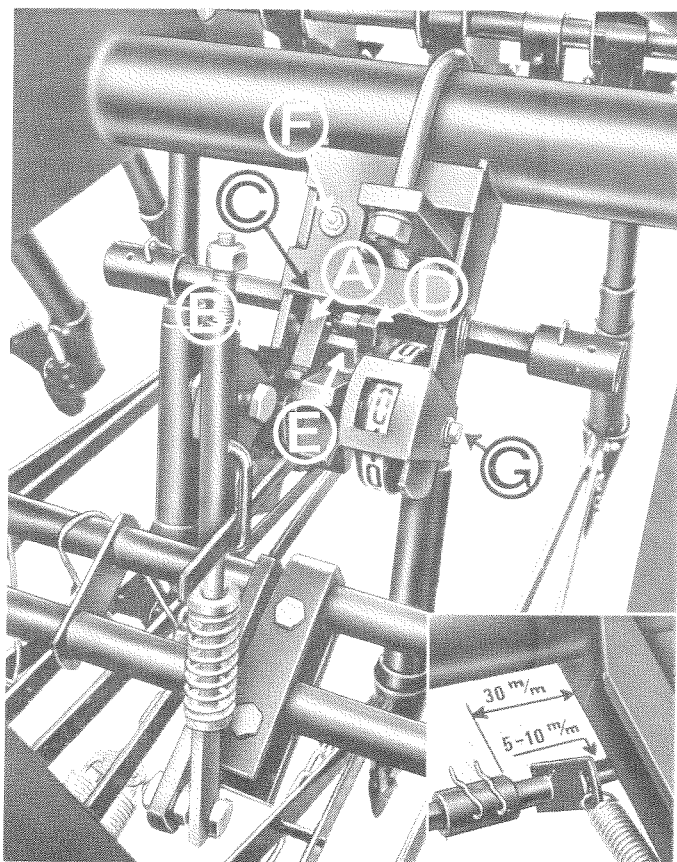
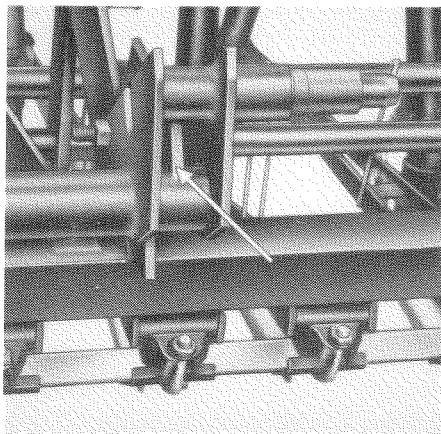
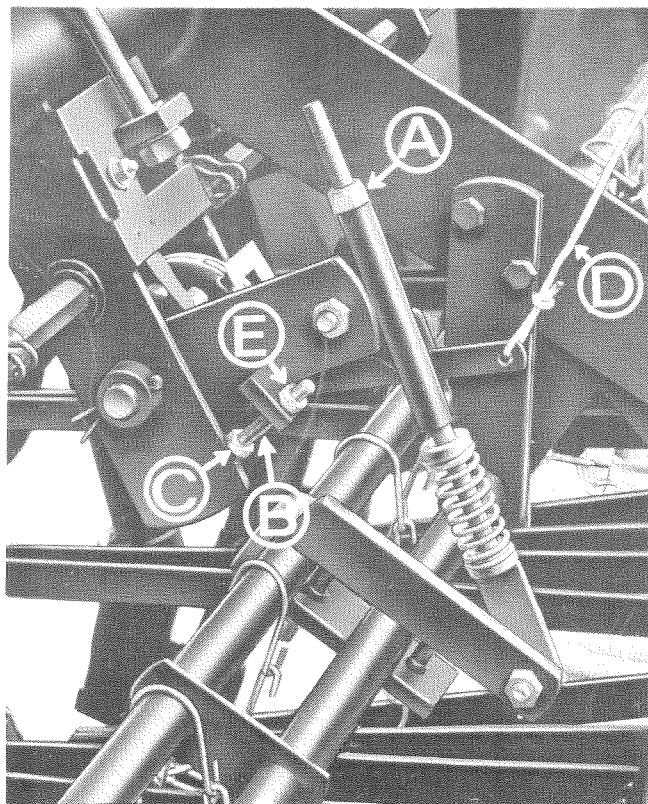

Fig. 9
Fig. 11
Fig. 12
(Det er vigtigt, at samlemuffen samt de 2 arme bliver placeret rigtigt på akslen). På maskinstørrelserne 3,50 — 4,00 — 5,00 og 6,00 m skal delene A-B-C placeres på indvendig side af skråstiveren D, som vist på fig. 9.
(Es ist wichtig, dass die Steckmuffe sowie die 2 Arme richtig auf der Welle plaziert werden). Auf Maschinen von 3,50 — 4,00 — 5,00 und 6,00 m müssen die Teile A-B-C an der inneren Seite der Querstütze D plaziert werden, wie auf Bild 9 gezeigt.
Fixer l'arbre hexagonal court à gauche comme indiqué (il est important que le manchon et les 2 bras soient correctement placés sur l'arbre). Sur les semoirs de 3,50 m, 4,00 m, 5,00 m, 6,00 m les pièces A B C doivent être montées sur la face interne de l'entretoise D comme indiqué sur la figure 9.
Ønskes lukkeanordningen sat ud af funktion, f.eks. ved påfyldning af såmateriale, trækkes i snoren D, fig. 12, medens maskinen løftes.
Soll die Automatik ausser Betrieb gesetzt werden, z.B. bei Auffüllung von Saatgut, wird an der Schnur D, Bild 12, gezogen, während die Maschine gehoben wird.
Si l'on veut supprimer le jalonnage (par exemple lors du remplissage de la trémie) tirer la corde D, figure 12, au moment du rélevage du semoir.
1. kan det skyldes, at stilleskruen B, fig. 12, ikke bliver ført helt ned mod punktet C, fig. 12. Når løftevippen går mod øverste stop, se fig. 11. Er dette tilfældet, spændes møtrikken A, fig. 12, ned, indtil stilleskruen B går mod punktet C. Herefter spændes møtrikken yderligere en omgang.
2. Kontrollér herefter, om fjederen A, fig. 9, låser palhjulet. Armen B skal føre palhjulet 2-3 mm forbi enden af fjederen A. Dette justeres ved at løsne møtrikken E, fig. 12, og dreje skruen B opefter. (Husk at låse med møtrikken E).
Herefter løsnes bolten G, fig. 9, og pladen drejes, til tallet på skiven står midt i det firkantede hul, og bolten G spændes igen. Efter denne justering må stilleskruen B, og møtrikken A, fig. 12, atter justeres.
1. kann es davon herrühren, dass die Stellschraube B, Bild 12, nicht ganz gegen den Punkt C, Bild 12, herabgeführt wird und die Kippwelle den oberen Anschlag berührt, siehe Bild 11. Ist dieses der Fall, wird die Mutter A, Bild 12, herabgespannt, bis die Stellschraube B den Punkt C berührt. Danach der Mutter noch eine ganze Umdrehung geben.
beiführen. Dieses wird justiert, dadurch dass man die Mutter E, Bild 12, löst, und die Schraube B nach oben dreht. (Vergessen Sie nicht, mit der Mutter E zu verschliessen).
Danach den Bolzen G lösen, und die Platte drehen, bis die Zahl auf der Scheibe in der Mitte des viereckigen Lochs steht, und den Bolzen G wieder spannen. Nach dieser Justierung müssen die Stellschraube B, Bild 12, und die Mutter A wieder nachgestellt werden.
1. Il se peut que la vis de réglage B, figure 12, ne soit pas totalement en contact avec le point C, figure 12, lorsque le culbuteur de relevage touche la butée supérieure, voir figure 11.
S'il en est ainsi, visser l'écrou A, figure 12, jusqu'à ce que la vis B touche le point C. Puis donner à l'écrou A un tour supplémentaire.
2. Puis vérifier que le ressort A, figure 9, verrouille la roue à cliquet. Le bras B doit entraîner la roue à cliquet 2 à 3 mm au delà du bout du ressort A. Le réglage se fait en desserrant l'écrou E, figure 12, et en tournant la vis B vers le haut (veiller à bloquer l'écrou E).
Puis desserrer le boulon G, figure 9, tourner la plaque jusqu'à ce que le chiffre du cadran soit au milieu de la fenêtre carrée. Resserrer le boulon G. Ce réglage effectué, il convient de régler à nouveau la vis de réglage B et l'écrou A, figure 12.